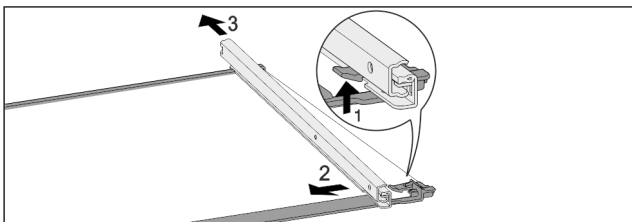

Fig. 120 Glasplatte mit Schienen
- Vorderen Rasthaken nach oben drücken. *Fig. 120 (1)*
- Auszugsschiene zur Seite *Fig. 120 (2)* und nach hinten *Fig. 120 (3)* wegschieben.